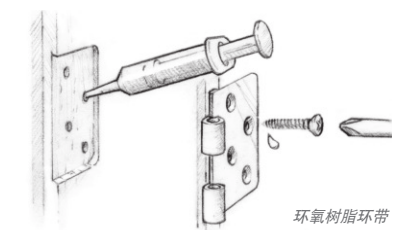

图15 浸湿标准导孔并安装紧固件。
1. 浸湿标准尺寸的导孔。用管道清洁剂或注射器将混合物顺利地加入孔眼中(图15)。根据需要增稠第二层环氧树脂,以便剥落或钻大孔眼。